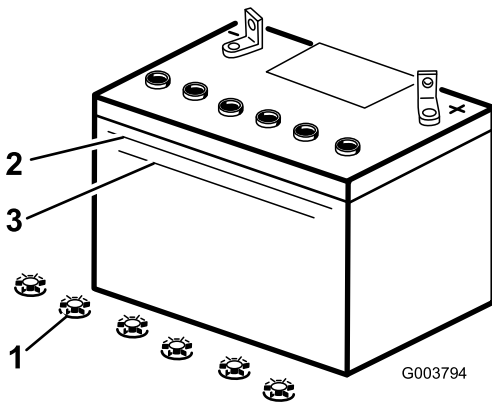

Figura 39
2. Mire hacia el lateral de la batería. El electrolito debe llegar a la línea superior (Figura 39). No permita que el electrolito esté por debajo de la línea inferior (Figura 39).
3. Retire los tapones de llenado de la batería (Figura 39).
4. Vierta lentamente agua destilada en cada célula de la batería hasta que el nivel de electrolito llegue a la línea superior (Figura 39) de la caja de la batería.
5. Espere de cinco a diez minutos después de llenar las células de la batería. Añada agua destilada, si es necesario, hasta que el nivel de electrolito llegue a la línea superior (Figura 39) de la caja de la batería.